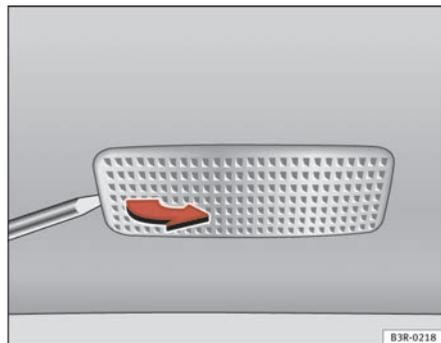

Fig. 235 Démontage de l'éclairage du pare-soleil
- Retirez le feu avec soin, en utilisant un tournevis plat ⇒ fig. 235.